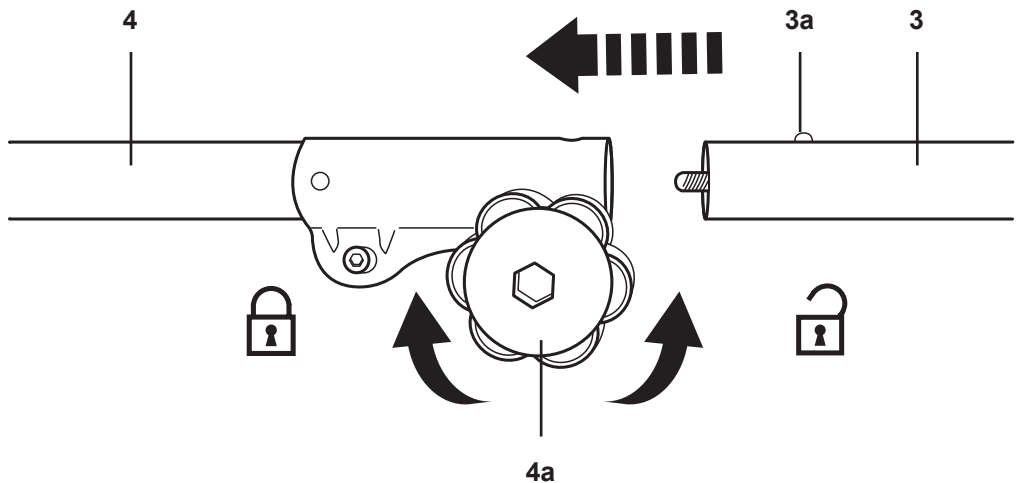
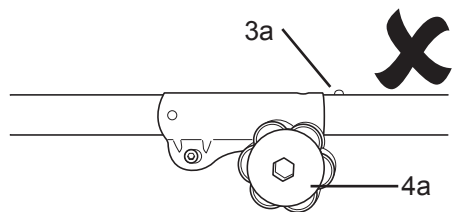

Fig. 1
Fig. 2
1. Afloje el pombo (4a) (Fig. 1, paso 1).
2. Alinee el manguito de bloqueo (4) con la sección inferior del tubo telescópico (3) e insértelo (Fig. 1, paso 2). Asegúrese de que la espiga (3a) encaje en su sitio (Figs. 2, 3).
3. Fije la conexión con el pomo (4a) (Fig. 1, paso 3).